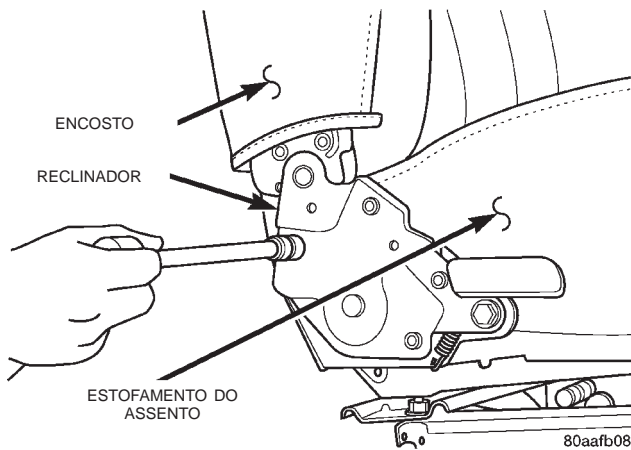

Fig. 10 Encosto individual
- (3) Remova os parafusos que prendem o reclinador à armação do estofamento do assento (Fig. 10).
- (4) Separe o encosto do veículo.